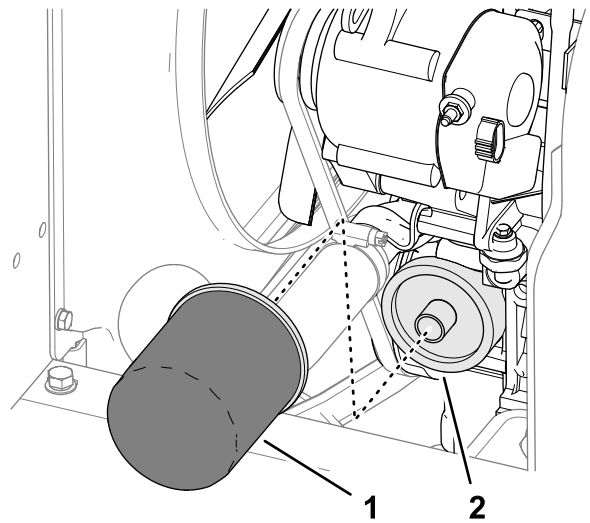

Figura 67
5. Demontați filtrul de ulei (Figura 67).